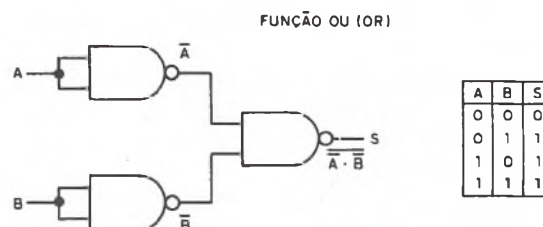

Figura 4
À saída de cada câmera vista na figura 4 é ligado um potenciômetro que serve para ajustar a tensão de saída. Para a produção de valores apropriados à matrizagem das cores, é feito um ajuste inicial desses potenciômetros. Este ajuste tem por finalidade estabelecer um valor de referência para as várias tensões de saída da câmera, de acordo com a cor que é tomada.
Observe, na figura 4, que a imagem branca na entrada das câmeras produz um valor de R igual a 1 volt na entrada do somador R-Y e 1 volt para B na entrada do somador B-Y. Sendo $R = 1$ volt e $-Y = -1$ volt, a soma vai produzir:
Com três portas NAND, conforme mostra a figura 4, podemos fazer uma porta OU (OR) de duas entradas.